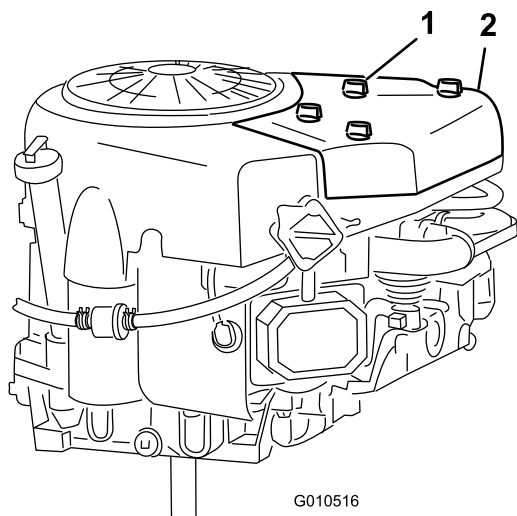

Figure 20
2. Dévissez les boutons et déposez le couvercle du filtre à air (Figure 20).
3. Reposez le couvercle du filtre à air et les boutons (Figure 20).